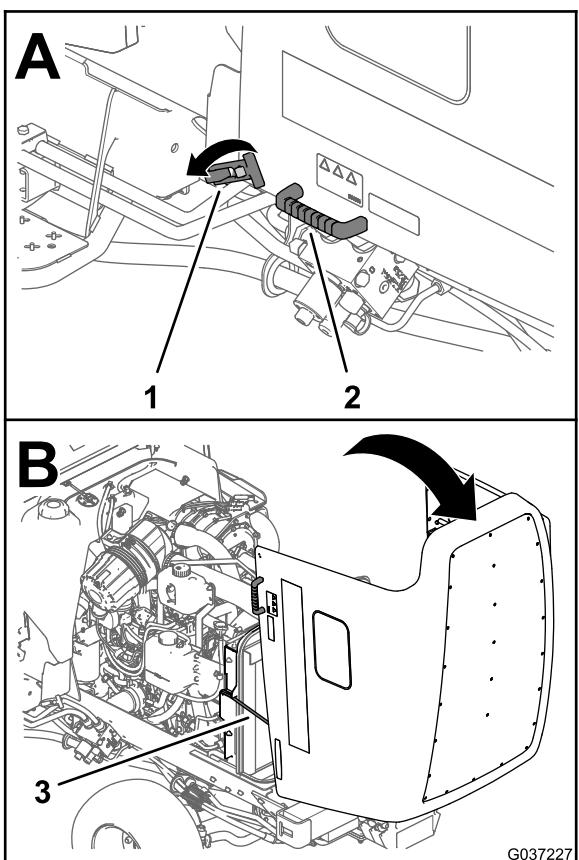

**Figura 61**
2. Retire el pasador que fija el pivote del capó a los soportes (Figura 61).